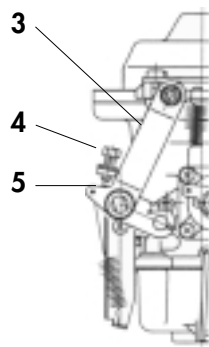

Fig. 16
- Svitare i dadi dei raccordi sui carburatori A e B di fig 16 e collegare i tubi. Collegare la pinza induttiva su un cavo candela.
- Avvitare delicatamente le viti di miscelazione aria/benzina (1) e (2) a fondo e svitarle di 1,5 giri.
- Avviare il motore e lasciarlo riscaldare fino a 70÷80 °C. Effettuare una regolazione preliminare del minimo tramite la vite (4) di Fig. 16 se non dovesse essere nei limiti specificati dal costruttore.
- A motore spento svitare le viti di regolazione del minimo (4) di Fig. 16 e portare le levette (3) al punto di arresto in modo che le farfalle siano completamente chiuse.
- Avvitare le viti del minimo (4) di Fig. 16 su entrambi i carburatori in modo che rimanga 0,1 mm fra la vite e il punto di arresto (5), poi avvitarle per 1,5 giri.